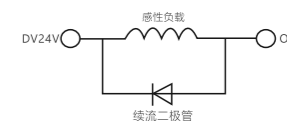

图6 MC300感性负载连接电路
- 输出点连接继电器、电磁阀等感性负载时，当感性负载突然关断时，会在触点间产生很大的反向电动势，并产生电弧放电，有可能击穿输出晶体管，用户应根据使用情况，必要时在负载上并联续流二极管，如图6所示，延长产品寿命。二极管需满足反向电压是负载电压的5~10倍；正向电流大于负载电流；